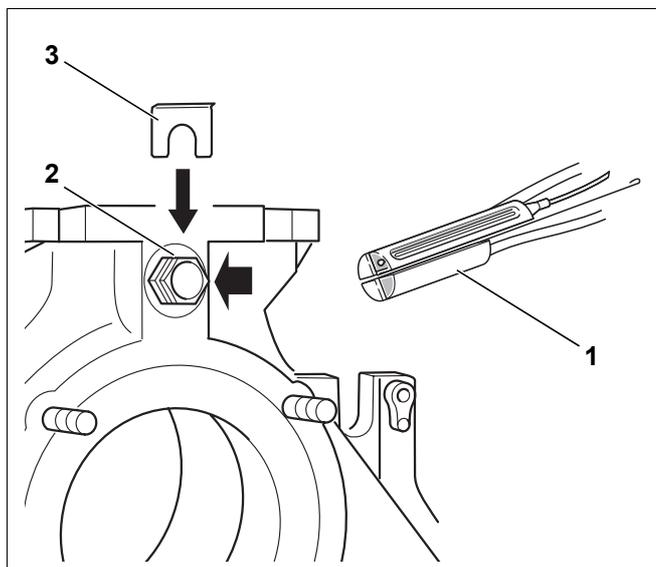

Bild 62 Temperaturfühlerpaket montieren
Das am Regelgerät angeschlossene Temperaturfühlerpaket (drei Temperaturfühler, ein Fühlerblindstück Bild 62, **Pos. 1**) wird in die Tauchhülse R  $\frac{3}{4}$  eingebaut.
- ▶ Kapillarrohrfühler zu der Messstelle des Heizkessels führen und dort die Fühler in die Tauchhülse Bild 62, **Pos. 2**) einführen und mit der Fühlersicherung Bild 62, **Pos. 3**) sichern.